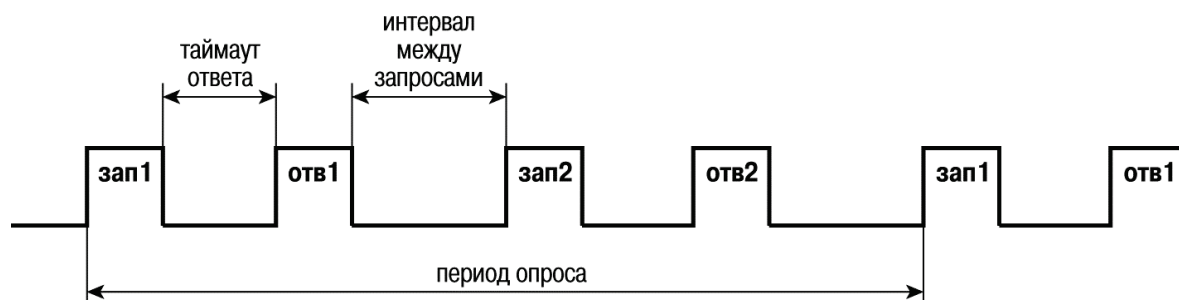

Рисунок 4.5
- Интервал между запросами – позволяет настроить интервал между отправкой следующего запроса после получения ответа на предыдущий (см. рисунок 4.5).